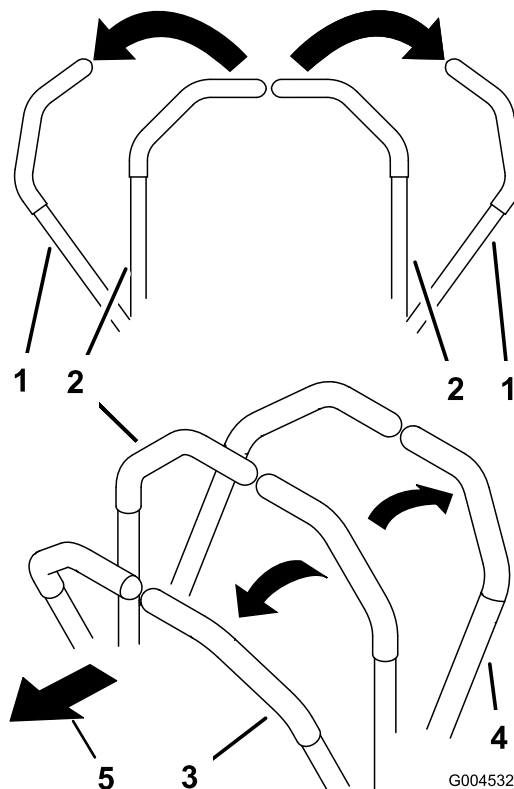

図 19
1. 走行コントロール・レバー(図 19) をニュートラル固定位置にセットする。
- ・ 旋回；両方のレバーを手前に引いて走行速度を落とし、曲りたい方向と反対側のレバーを押す (図 19)。
- ・ 前への直進走行：両方のレバーをゆっくりと前に押す (図 19)。
- ・ 後への直進走行：両方のレバーをゆっくりと後に引く (図 19)。